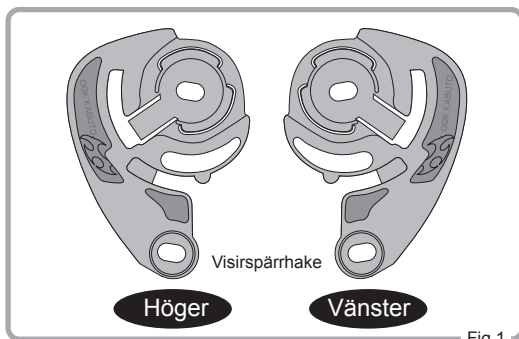

Fig.1
1. Först, kontrollera sidan på visirspärrhaken som i Fig.1.